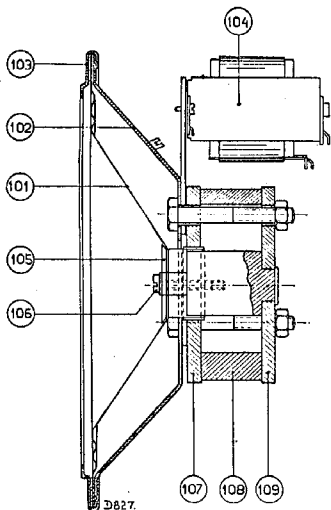

Fig. 10
2. Zorg dat voor- en achterplaat (fig. 10 pos. 107 en pos. 109) in geen geval van de magneet getrokken worden; hierdoor zou deze (evenals bij reparatie op een ijzeren plaat) verzwakken,